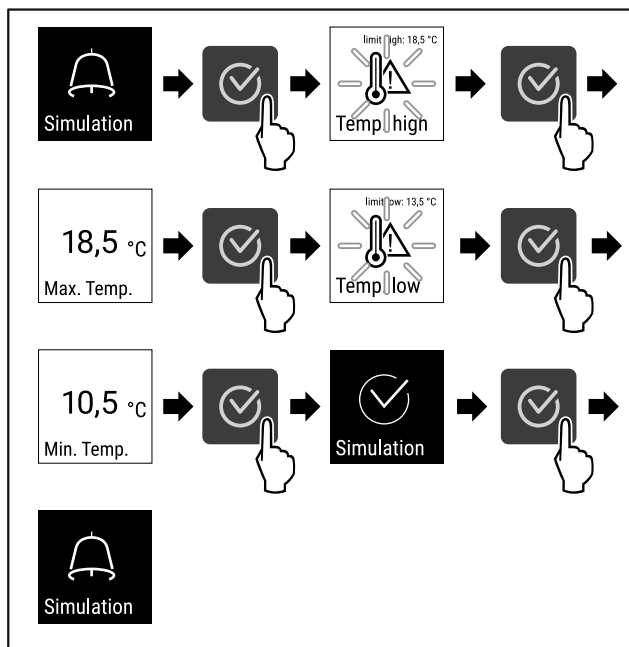

Fig. 124
- ▶ Eseguire i passi (vedere Fig. 124).